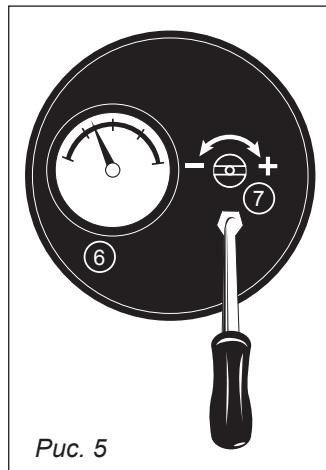

Рис. 5
6. Регулятор давления воздуха – установка необходимого давления воздуха на форсунке (см. п.7 рис. 5).
7. Манометр – отображает установленное давление воздуха на форсунке (см. п.7 рис. 5).
пушки смотрите в таблице 1. Для повышения выходного давления заворачивайте регулировочный винт с помощью плоской отвертки, для уменьшения давления выворачивайте (рис. 5). Если при заворачивании регулировочного винта показания давления на изменяются, необходимо обратиться в сервисный центр для диагностики и ремонта воздушного компрессора.